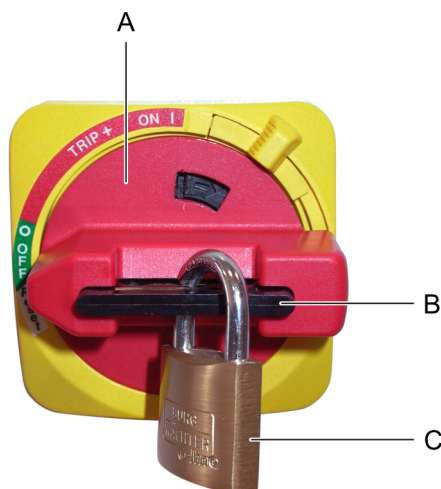

Abb. 7-3
- 3** Verriegeln Sie das schwarze Plastikteil mit einem Vorhängeschloss (Bügel Ø 6...8 mm). Siehe Abb. 7-3, 175.